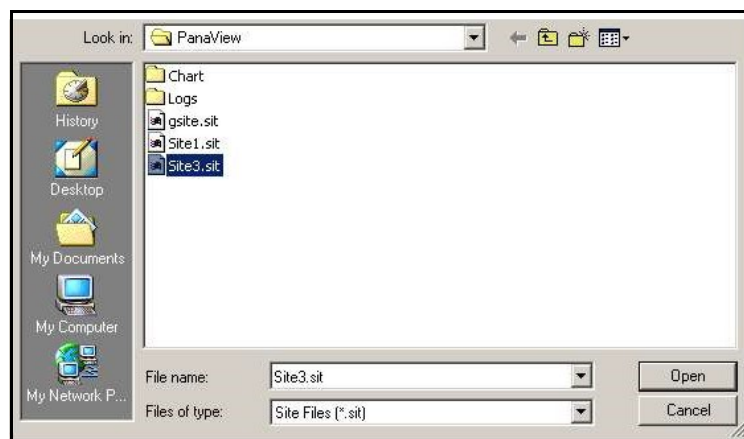

Figure 52: sélection d'un fichier de site
2. Cliquez sur le bouton [Save Site to Meter] (Enregistrer le site sur le débitmètre). Un écran similaire à celui illustré *Figure 52* apparaît.
3. La fenêtre *Site File Selection* (Sélection d'un fichier de site), illustrée (*Figure 52* à la page 105, apparaît. Sélectionnez le fichier de site contenant les paramètres souhaités, et cliquez sur [Open] (Ouvrir). Le fichier de site devient le site de travail (*Working*) du débitmètre, avec les paramètres souhaités.
2. Cliquez sur [Save Site to PC] (Enregistrer le site sur un PC). Une fenêtre similaire à celle illustrée *Figure 52* à la page 105 apparaît.
1. Sélectionnez le site dans le volet de gauche (voir *Figure 52 à la page 105*).
3. La fenêtre *Site File Selection* (Sélection d'un fichier de site), illustrée (*Figure 52 à la page 105*), apparaît. Entrez le nom souhaité pour le fichier de site (qui comporte désormais un suffixe .prt) et cliquez sur [Save] (Enregistrer). PanaView affiche une version texte du site, comme illustré *Figure 54*.